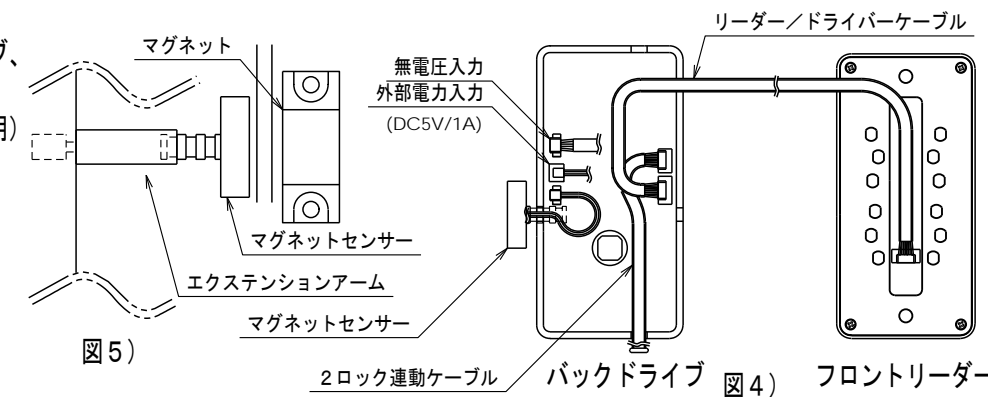

図5)
- 2、エクステンションアームを使用することで、柱からマグネットセンサーまでの距離を調整できます。(図5参照) ※閉扉時に自動施錠設定しない場合はマグネットセンサーの設定は不要です。